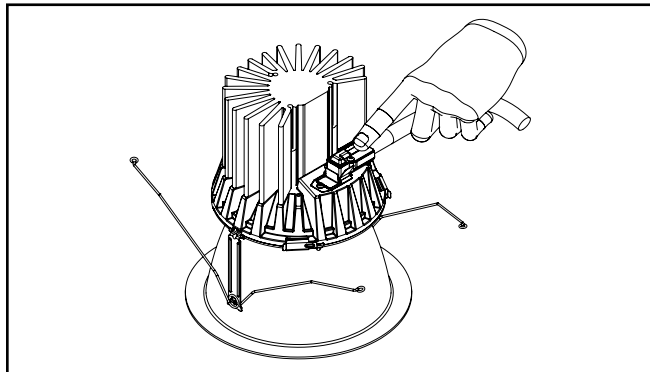

Figura 7
8. Alinee correctamente el conector como se muestra en la Figura 7. Enchufe en el módulo el dispositivo de desconexión rápida del luminario.